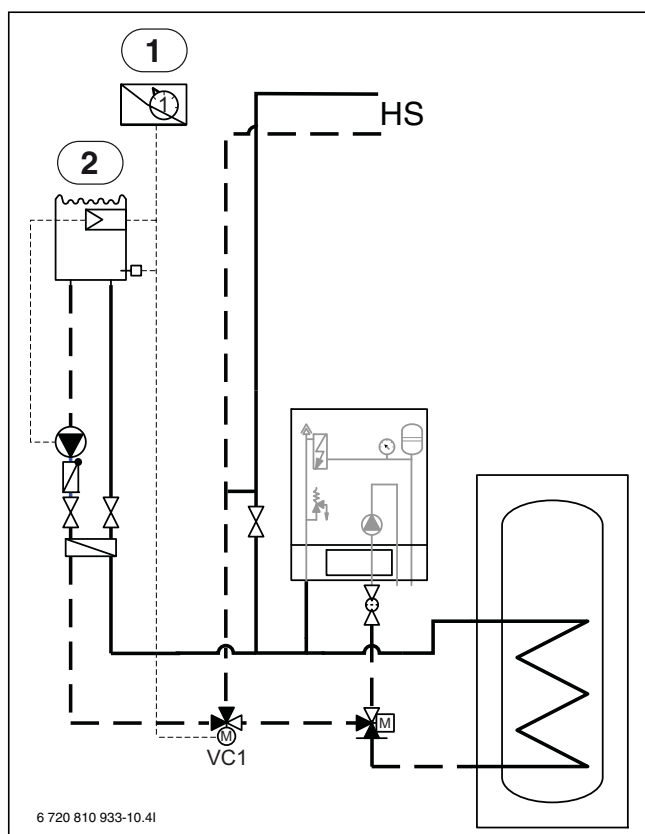

Рис. 11 Пример отопительной системы с бассейном
- Установите смеситель бассейна в обратную линию к внутреннему блоку (→ [VC1] рис. 11).